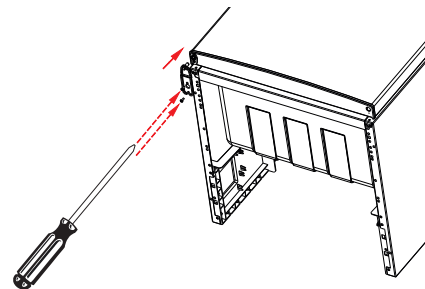

Fig. 18
- ▶ Fastgør begge skruer på det nederste hængsel med en stjerne-skruetrækker (fig. 18). Spænd ikke skrueene helt fast endnu, da døren stadig skal kunne justeres. Først når en ensartet lukning af døren er mulig, spænder du begge skrue for det nederste hængsel.